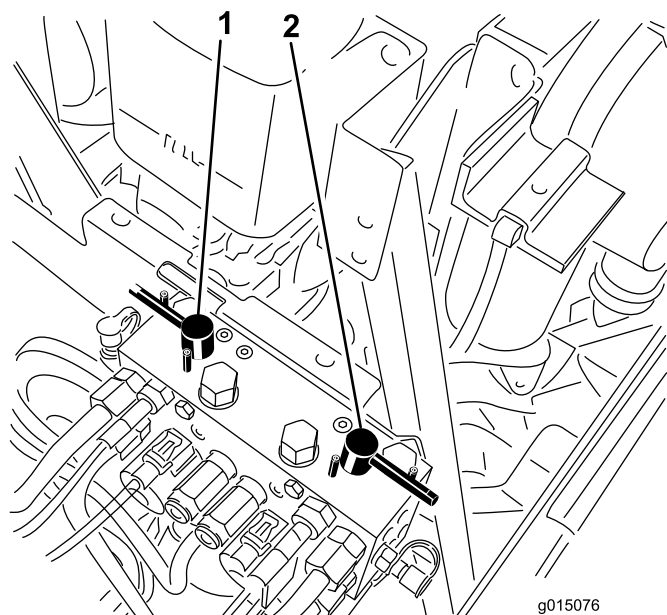

Figura 109
4. Seleccione la palanca de autoafilado correspondiente a los molinetes que desea autoafilar: delanteros, traseros o ambos (Figura 109).